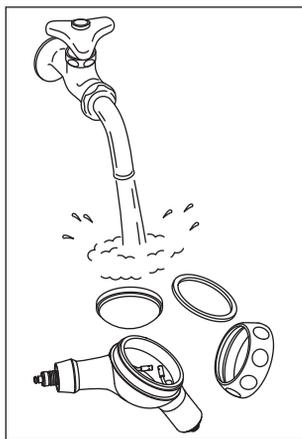

図14
③パウダーケースの内側やパウダーケースカバーの内側に付着しているパウダーを流水下で洗い流します。(図14)